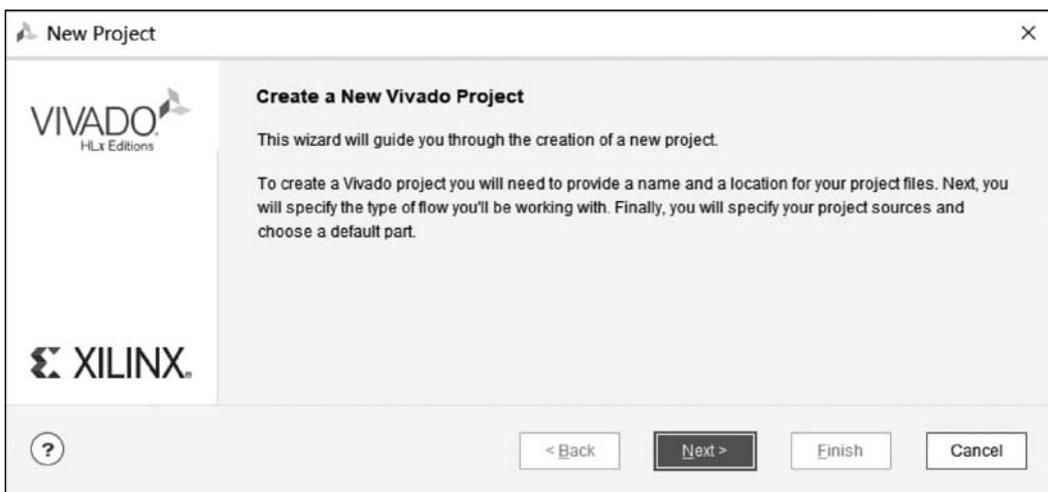

图 3.3 启动工程向导
(2) 在工程向导(如图 3.3 所示)界面中单击 Next 按钮。